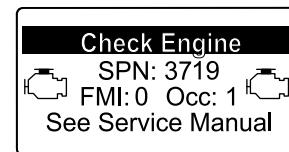

Figura 36
- Si es necesario realizar una regeneración de recuperación, el InfoCenter muestra la advertencia del motor SPN 3719, FMI 16 (Figura 36) y el ordenador del motor reduce la potencia del motor al 85%.